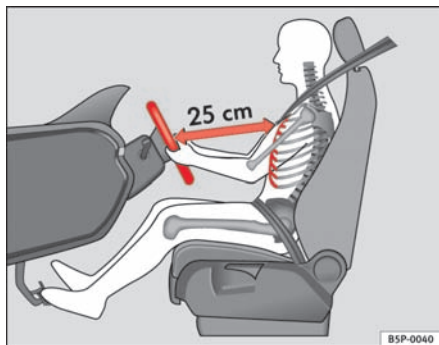

Fig. 1 Den rigtige afstand mellem fører og rat
- Indstil rattet, så afstanden mellem rattet og førerens brystkasse mindst er 25 cm ⇒ fig. 1.
<ul style="list-style-type: none"> • Hvis føreren sidder forkert, kan det medføre alvorlige kvæstelser. • Indstil førersædet, så der mindst er 25 cm mellem brystkassen og rattets midte ⇒ side 9, fig. 1. Hvis du sidder tættere på end 25 cm, beskytter airbagsystemet ikke optimalt. • Hvis du på grund af fysiske forhold ikke er i stand til at overholde minimumsafstanden på 25 cm, skal du kontakte et værksted. Der kan de rådgive dig om eventuelle nødvendige ændringer. • Under kørsel skal du altid have begge hænder på rattet. Tag fat om rattets sider på den yderste kant (i en position svarende til klokken 9 og 3). Det reducerer faren for kvæstelser, hvis førerens frontairbag udløses. • Hold aldrig begge hænder på den øverste del af rattet (i en position svarende til klokken 12) eller i en anden position (fx i midten af rattet). I sådanne situationer kan du som fører pådrage dig kvæstelser på armene, hænderne og i hovedet, hvis frontairbaggen udløses. • For at reducere faren for kvæstelser, som føreren kan pådrage sig i tilfælde af en pludselig opbremsning eller ulykke, må ryglænet aldrig være stillet langt tilbage under kørsel! Airbagsystemet og sikkerhedsselen beskytter kun optimalt, hvis ryglænet står i lodret position, og føreren har spændt sikkerhedsselen korrekt. Jo længere ryglænet er stillet tilbage, desto større er faren for kvæstelser, hvilket skyldes, at sikkerhedsselen ikke sidder korrekt, og at siddepositionen er forkert! • Indstil hovedstøtten korrekt for at få optimal beskyttelse. ■